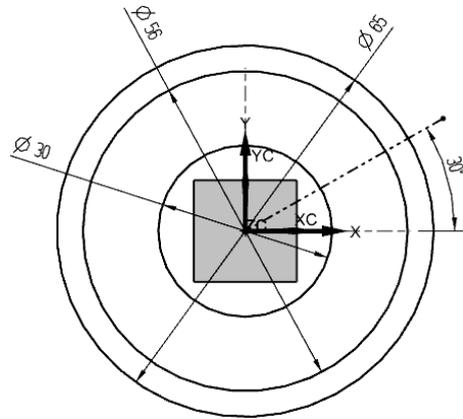

图 2-45 绘制直线标注尺寸
- (1) 选择“直线”命令，经过圆心绘制一条直线。
- (2) 选择“转换为参考”命令，将直线转变为参考线。
- (3) 选择“自动判断尺寸”命令，分别标注尺寸，如图 2-45 所示。